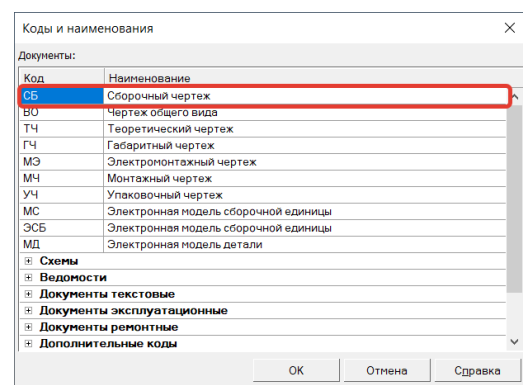

Рисунок 298 - Коды и наименования
- В окне (Рисунок 298) перечислены коды и наименования документов, некоторые сгруппированы в разделы. Выберем код СБ и нажмем на кнопку ОК